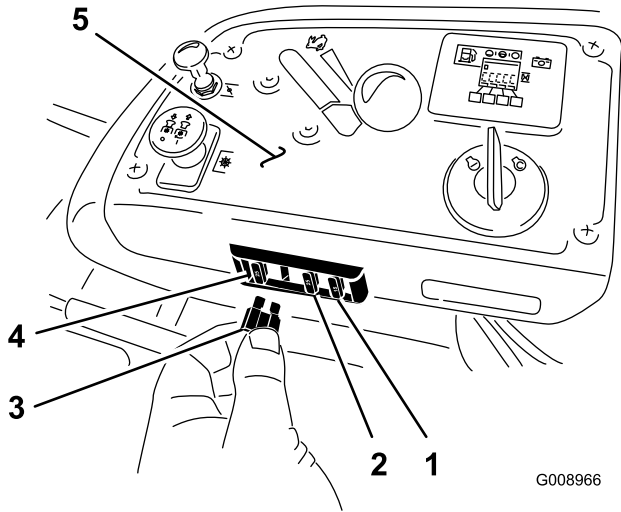

Figure 59
Les fusibles se trouvent sur la console, à droite du siège (Figure 59).
2. Remplacez le fusible (Figure 59).